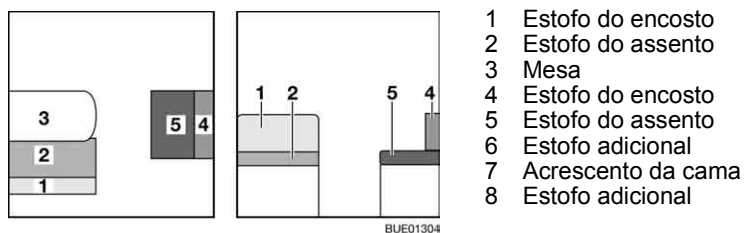

Fig. 131 Antes da transformação
- Transforme a mesa (Fig. 131,3) em base para cama (ver ponto 6.11).
- Retire o estofa do encosto (Fig. 131,1) e coloque-o de lado.